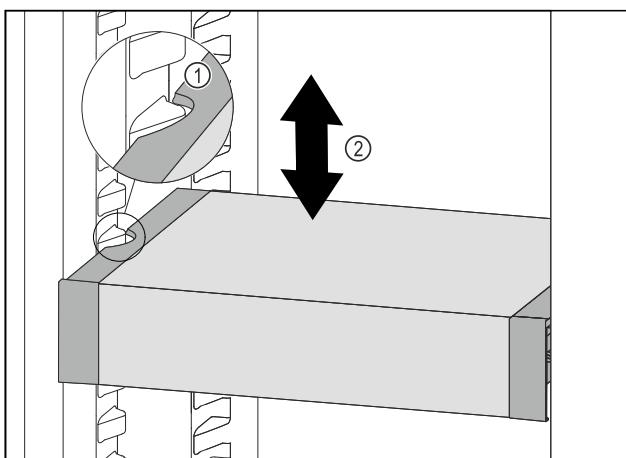

Fig. 35
- Táhněte VarioSafe dopředu, dokud nebudou boční vybrány VarioSafe na úrovni žebrování na nádoby v chladničce. Fig. 35 (1)
- Posoujte VarioSafe v chladničce nahoru nebo dolů, dokud nedosáhnete požadované výšky. Fig. 35 (2)